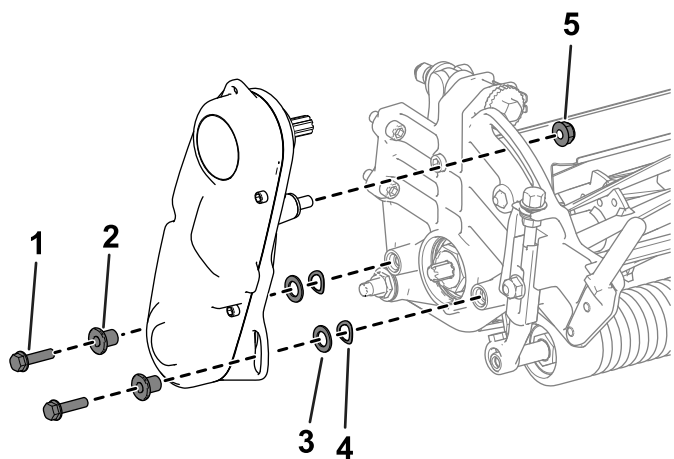

Figura 33
2. Retire los herrajes que fijan el conjunto de la transmisión del molinete a la placa lateral (Figura 33).
3. Retire el conjunto de la transmisión del molinete, las arandelas planas, las arandelas de muelle y los espaciadores de la placa lateral (Figura 33).